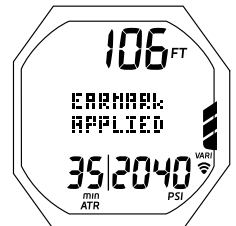

Fig. 108C - PRINCIPAL INMERSIÓN MODO GAUG (mostrada por 3 segundos)
- Pulse el botón M (< 2 seg) para aplicar una marca a la captura de imagen de los datos de PCI registrados en ese momento. *Se mostrarán los mensajes EARMARK APPLIED en lugar del temporizador y el EDT durante 3 segundos (Fig. 108C).*